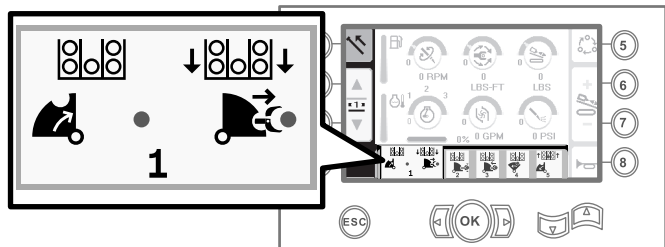

**Figura 6**
1. Pulse el botón 1 para seleccionar la opción de Tiro del tubo (Figura 6).
2. Pulse los botones 2 y 3 para seleccionar la fila en la que desea colocar el tubo (Figura 6).